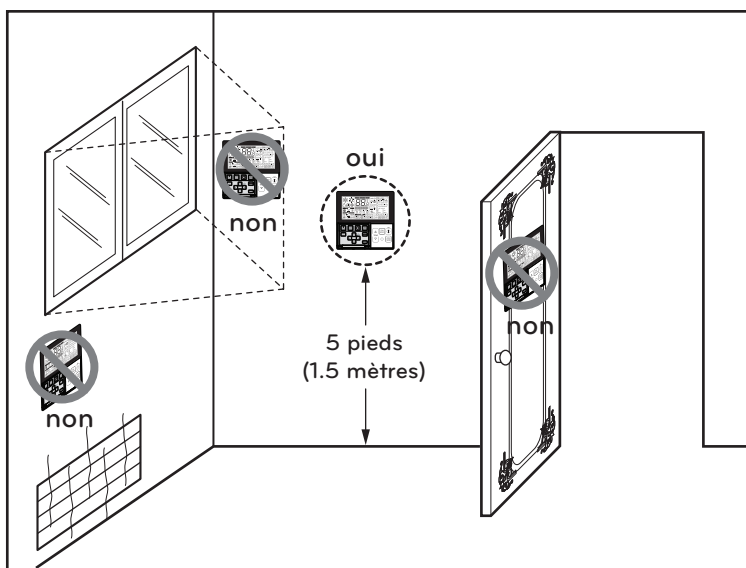

Fig.1 Emplacements typiques pour la télécommande
- Cette télécommande est équipée d'un écran à DEL à sept segments. Pour un affichage approprié de l'écran DEL de la télécommande, celle-ci devrait être installée correctement comme montré dans la Fig.1.
- Les unités dont la capacité est supérieure à 48 kB.T.U/h sont équipées de raccords sur quatre côtés. (Voir Figure 1)